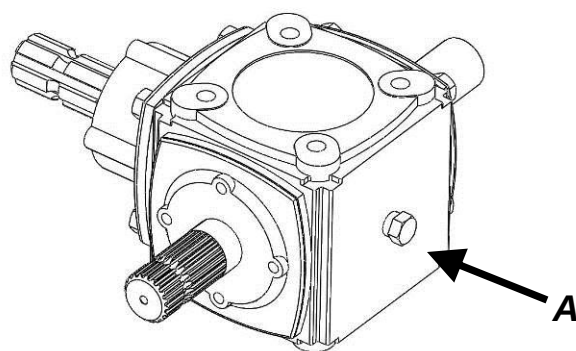

Figure 23
- ☞ La boîte d'engrenage de la turbine [figure 23, **A**] utilise de l'huile à engrenage A.P.I. GL5 (SAE 80W90) ou de l'huile synthétique (SAE 75W90). Contenance : 1 litre.
Changez l'huile dans la boîte d'engrenage de la soufflerie [figure 23] au début de chaque saison des semis ou d'application. Les changements de température durant la saison morte provoquent de la condensation sur les parois de la boîte
Pour vidanger l'huile, aspirez-le lubrifiant du carter de la boîte d'engrenage avec une pompe à succion manuelle. Remplir le carter avec de l'huile à engrenage A.P.I. GL5 (SAE 80W90) ou de l'huile synthétique (SAE 75W90) jusqu'à débordement par le bouchon de niveau [figure 23, **A**]. Vérifiez le niveau d'huile à toutes les 50 heures; remplir au besoin.